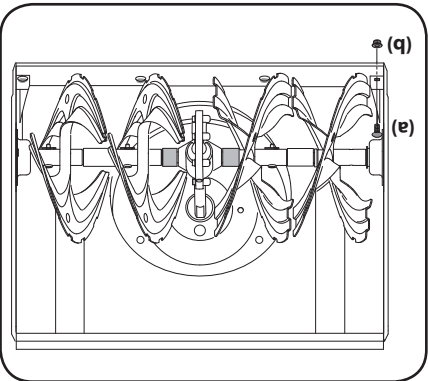

Figure 4-2
3. Enlevez les boulons ordinaires (a) et le contre-écrou à embase (b) qui la maintiennent ainsi que les patins sur la soufflouse. Voir la Figure 4-2.
4. Installez la lame plate neuve en vérifiant les rondelles se trouve à l'intérieur de l'habitacle. Serrez à fond. Voir la Figure 4-2.